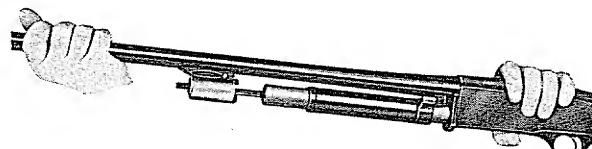

Fig. 7
7 — Spingere a fondo la canna nella culatta fino ad arresto (fig. 7).
- 7 - move barrel rearward until it is stopped (fig. 7).
- 7 - pousser le canon vers l'arrière jusqu'à l'arrêt (fig. 7)